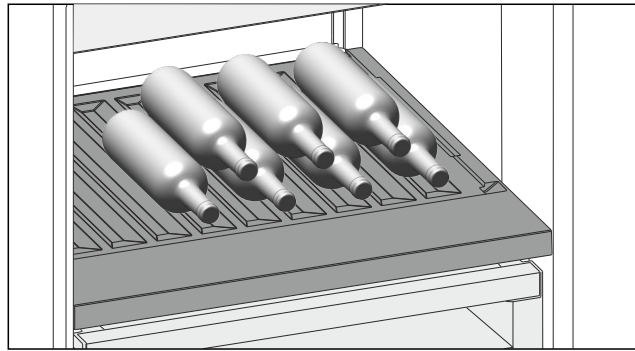

Fig. 115
- ▶ Placer les bouteilles avec le fond orienté vers la paroi arrière de l'appareil. (voir Fig. 115)